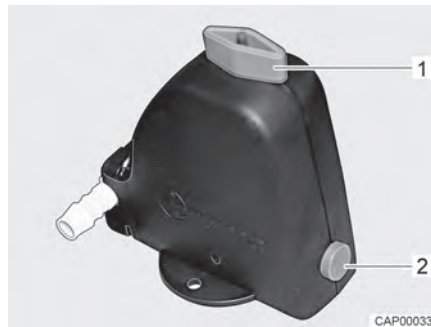
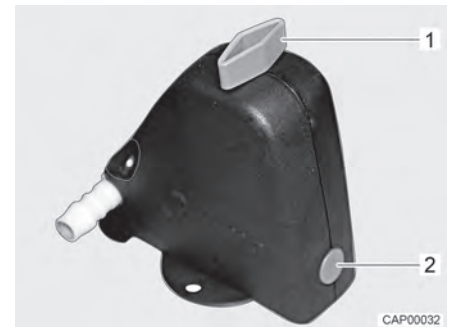

Bild 132 Säkerhets-/avtappningsventil öppen
Bild 133 Säkerhets-/avtappningsventil stängd
- Stäng säkerhets-/avtappningsventilen. Ställ vredet (Bild 132,1) diagonalt mot säkerhets-/avtappningsventilen och tryck in tryckknappen (Bild 132,2). Den stängda säkerhets-/avtappningsventilen visas i Bild 133. Vid temperaturer lägre än 6 °C kan säkerhets-/avtappningsventilen inte stängas.